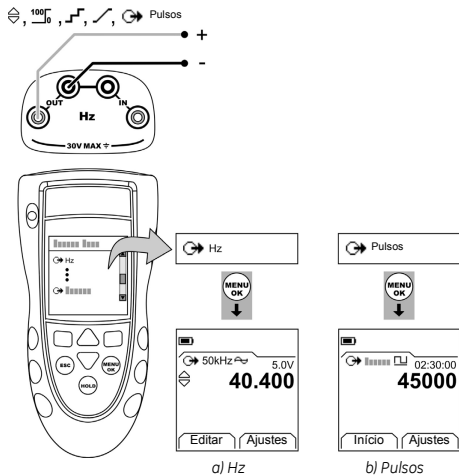

Figura 2: Exemplo de configuração – Alimentar Hz ou Pulsos
1. Conecte o instrumento (Figura 2) e, se necessário, ajuste o *Conf.* (Tabela 1).